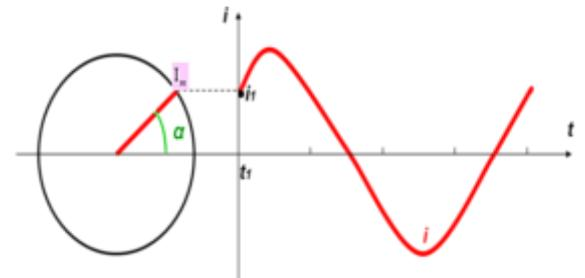

рис.5
1. Определение узлового напряжения и токов. Потребители электрической энергии (лампы, электродвигатели и т. д.) соединяются параллельно. Часто общая мощность включенных приемников становится больше той, которую может отдать в сеть источник энергии. В таких случаях для увеличения мощности при неизменном напряжении источники энергии включают параллельно. При этом получается сложная электрическая цепь, представленная на рис. 5. В ней имеется два узла A и B , к которым присоединяются источники энергии с э. д. с. E_1 , E_2 и E_3 . Сопротивления R_1 , R_2 , R_3 можно принять за внутренние сопротивления источников тока, а сопротивление R_4 — за сопротивление всех приемников энергии. Напряжение между узлами A и B называется узловым напряжением. Оно равно разности потенциалов узловых точек, т. е.
При этом в момент начала отсчета времени синусоидальная величина имеет значение: Угол α (рис.5) называется *начальным фазовым углом* или *начальной фазой*: